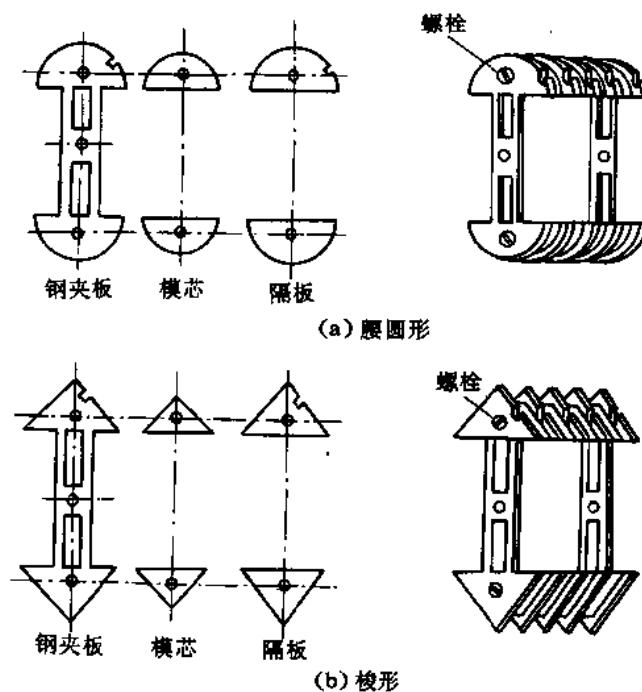

图 1-9 中型活络式线模
(1) 中型活络式线模 这种绕线模主要由隔板、模芯及钢夹板组成，用螺栓贯穿固定。如图 1-9 所示。